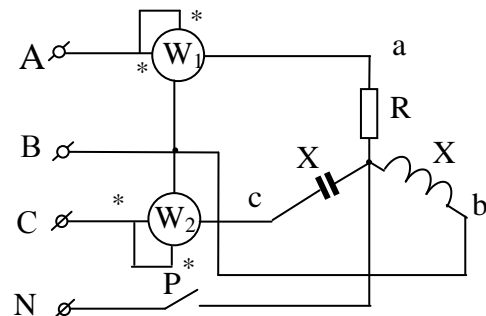

Рис. 3.5.8
3.5.8. Нагрузка представлена в виде активного сопротивления, индуктивной катушки и конденсатора, соединенных в звезду (рисунок 3.5.8). Линейное напряжение сети $U_{\text{л}}=190$ В, $Z_A=20$ Ом, $Z_B=j20$ Ом, $Z_C=-j20$ Ом. Определить показания ваттметров при замкнутом и разомкнутом рубильнике Р.